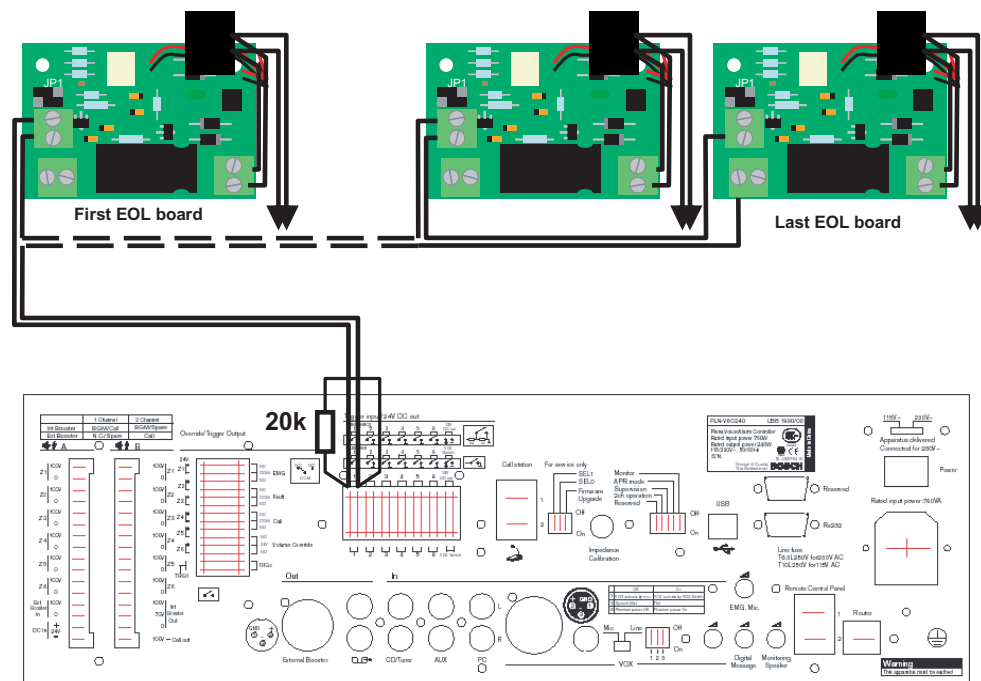

Figura 4.5 Indicación de entrada de activación
4. Conecte las placas EOL a la entrada de activación como se indica en la *Figura 4.5*. Esta entrada debe estar en el controlador o el enrutador al que también están conectadas las líneas de altavoces que supervisa.